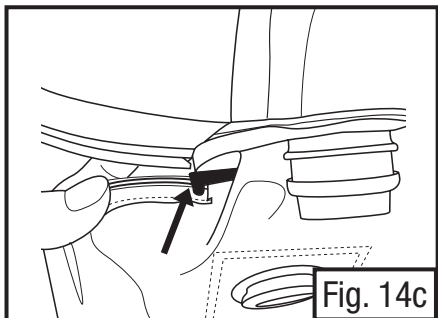

Fig. 14c
- Saisir le joint d'étanchéité noir de la cagoule et tirer de manière à en exposer le bord qui entre en contact avec l'élastique (Fig. 14c). Aligner le bord du joint d'étanchéité avec le bord de la rainure dans la pièce faciale. Appuyer fermement sur le joint d'étanchéité pour l'insérer dans la rainure en petites sections, tout le tour de la cagoule. Commencer à une extrémité et faire le tour, toujours dans la même direction. Une fois à l'extrémité de la rainure de la pièce faciale, il est possible que le joint sur la cagoule dépasse légèrement le bord de la rainure. Bien que cela soit acceptable, il importe que les deux nervures du joint d'étanchéité soient complètement insérées dans la rainure.